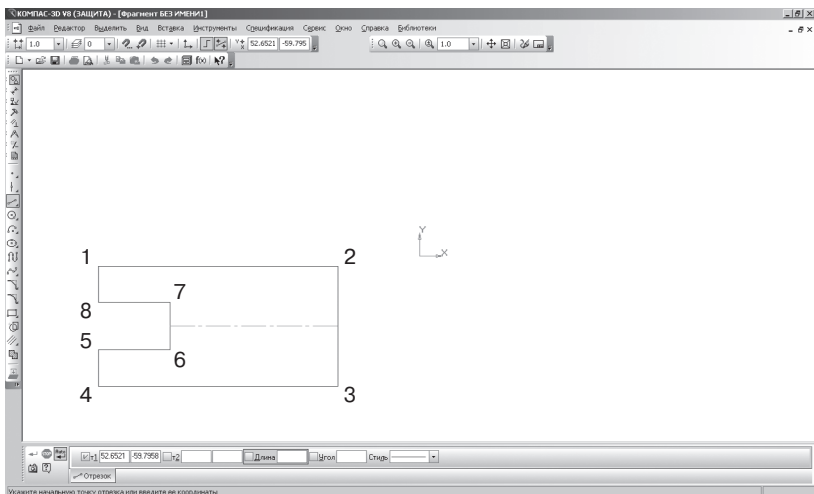

Рис. 294. Расположение вида сверху в окне документа
- с помощью  – **Непрерывного ввода объекта** и  – **Ортогонального черчения** постройте контур детали *сверху*, а расположите в левом нижнем углу, последовательно откладывая 100 мм, 50 мм, 100 мм, 15 мм ($(50 - 20) : 2 = 15$), 30 мм, 20 мм, 30 мм, 15 мм (начиная с первой точки см. рис. 294);
- с помощью  – **Отрезка** (замените стиль линии **Основная** на – **Осевую**) и  – **Глобальной привязки Середина** постройте горизонтальную ось симметрии (рис. 294). Не забудьте изменить стиль линии обратно на **Основную**;
- аналогично построению виду сверху создайте контур основания, последовательно откладывая 100 мм, 50 мм, 100 мм, 15 мм ($(50 - 20) : 2 = 15$), 30 мм, 20 мм, 30 мм, 15 мм см. рис. 294 (начало координат в трехмерной модели совпадает с первой точкой);